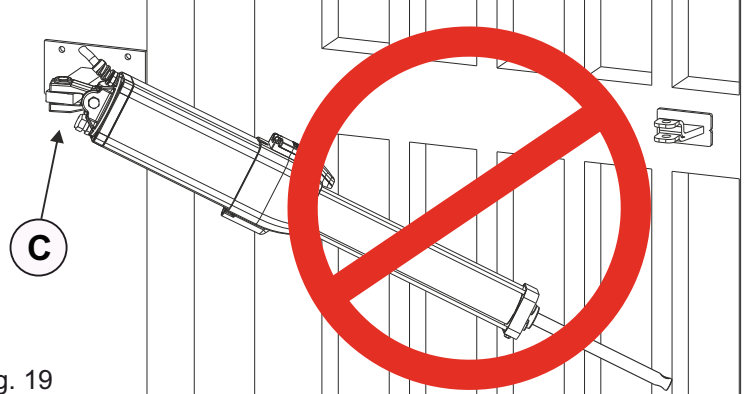

Fig. 19
**! Non inclinare l'operatore oltre l'angolazione consentita dalla forcella oscillante «C» - Fig. 19